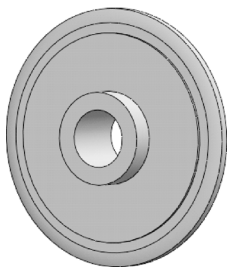

图 3-140 旋转出模型主体
STEP 2 单击“特征”工具栏中的“旋转凸台/基体”按钮,选择 **STEP 1** 中创建的草绘图形,执行旋转操作,旋转出模型主体,如图 3-140 所示。